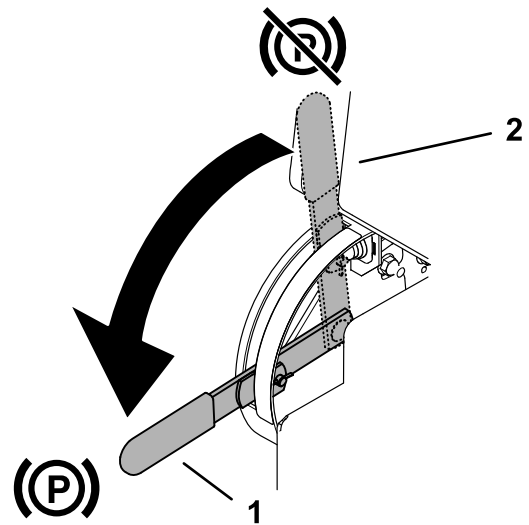

Figura 5
- Para accionar el freno de estacionamiento, gire la palanca hacia abajo (Figura 5).
- Para quitar el freno de estacionamiento, gire la palanca hacia arriba (Figura 5).